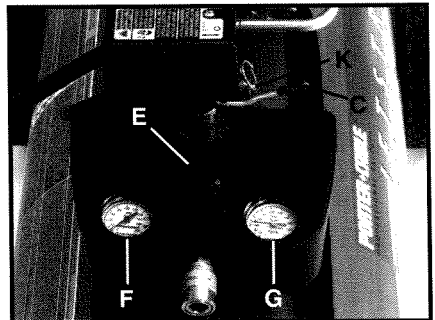

Fig. 3
Interrupteur ON/AUTO – OFF (C) Fig. 3 : Mettez cet interrupteur à ON pour alimenter le manostat automatique et à OFF pour mettre hors tension à la fin de chaque utilisation.
Régulateur (E) Fig. 3 : La pression provenant du réservoir est réglée par le régulateur. Tirez sur le bouton du régulateur pour le DÉVERROUILLER. Tournez le bouton du régulateur en sens horaire pour augmenter la pression et en sens anti-horaire pour la diminuer. Pour éviter d'avoir à corriger légèrement après réglage, approchez toujours la pression souhaitée par le bas. Pour réduire la pression, décroissez-la d'abord à une valeur inférieure à celle désirée puis accroissez-la jusqu'à la pression souhaitée. Suivant les besoins en air de chaque accessoire donné, il se peut qu'il faille ajuster la pression réglée à la sortie pendant l'utilisation de l'accessoire. Poussez le bouton du régulateur vers le bas pour le VERROUILLER à la pression choisie.
Manomètre pour pression de sortie (F) Fig. 3 : Le manomètre pour pression de sortie indique la pression d'air disponible sur le côté sortie du régulateur. Cette pression est contrôlée par le régulateur et est toujours inférieure ou égale à la pression du réservoir. Reportez-vous au « Mode de fonctionnement ».
Manomètre pour pression du réservoir (G) Fig. 3 : Le manomètre pour pression du réservoir indique la pression d'air de réserve dans le réservoir.
Soupape de sûreté (K) Fig. 3 : Si le manostat ne met pas le compresseur d'air à l'arrêt à son réglage de pression de déclenchement, la soupape de sûreté protégera contre la haute pression en « sortant » à sa pression réglée en usine (légèrement plus élevée que le réglage de déclenchement du manostat).